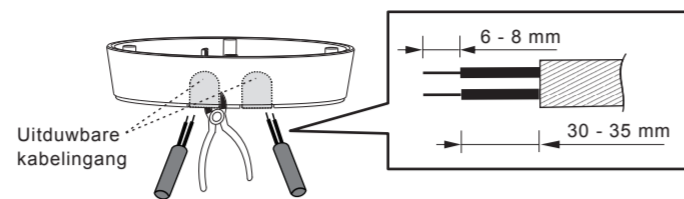

AFB.13-A
4.4.3.1 Er zijn 4 paar uitduwbare locaties op verschillende afstanden van 41 mm tot 85 mm op de aansluitdoos die kunnen worden geselecteerd voor diverse montage-toepassingen (zie AFB.13-A). Selecteer twee identieke figuren aan beide uiteinden voor de overeenkomende afstand voor bevestiging (zie AFB.13-B).